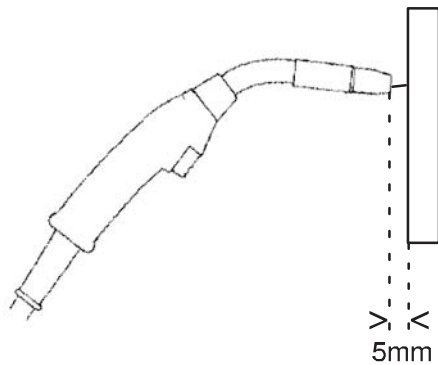

Fig. 1
- Cuando se coloca la antorcha a una distancia de aproximadamente 5mm de la madera (fig. 1) los rodillos de alimentación deben patinar.